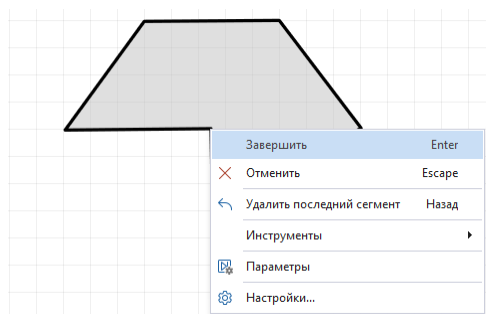

Рис. 310 Завершение построения фигуры
7. Нажмите «Enter» или «Завершить» в контекстном меню для завершения размещения многоугольника, Рис. 310.